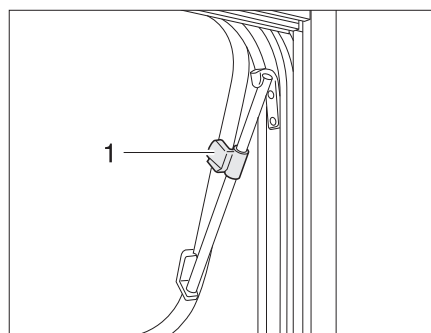

Fig. 11 Finestra apribile con deflettori a rotazione, aperta
- Aprire la finestra apribile fino alla posizione desiderata e bloccarla con il pomello zigrinato (Fig. 11,1).
- Ruotare il pomello zigrinato (Fig. 11,1) fino a sbloccare l'arresto.